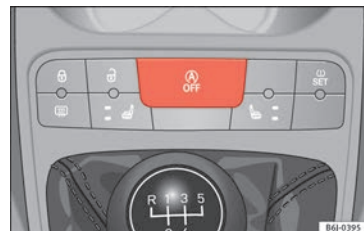

Bild 174 Knapp för start-stopppfunktionen.
- Tryck på knappen  ► **bild 174** på mittkonsolen. När start-stopppfunktionen slås av tänds indikatorlampan.
- Tryck på knappen  ► **bild 174** på mittkonsolen. Varningslampan släcks.